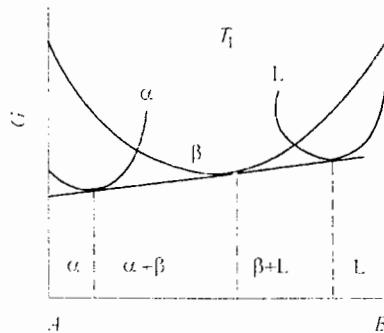

图 19-4 第二题第 7 小题
(1) 相图中三条水平线的反应式 (温度由高到低): 包晶反应:  $L + \alpha \rightarrow \beta$ , 共析反应  $\beta \rightarrow \alpha + \gamma$ , 共析反应  $\gamma \rightarrow \alpha + \delta$ ;  $T_1$  温度下的成分-自由能曲线示意图如图 19-4 所示。